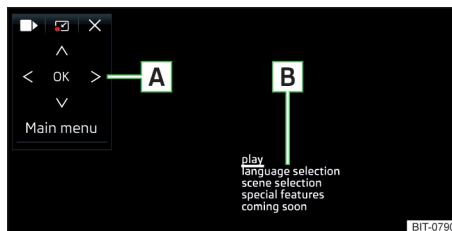

Fig. 193
**Descripción del menú del DVD** » fig. 193